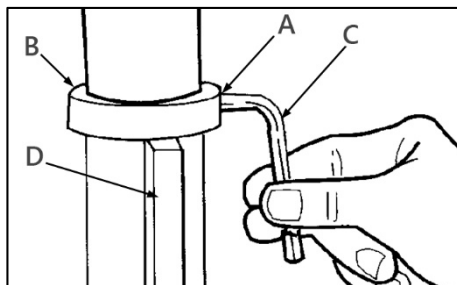

Рисунок 3.
Ослабьте установочный винт (A) (рис. 3) на зажимном кольце (B) при помощи шестигранного ключа 3 мм (C), снимите кольцо (B) и зубчатую рейку (D) с колонны.
Установите зажимное кольцо (B) (рис. 3), затяните установочный винт (A) при помощи шестигранного ключа 3 мм (C), чтобы зубчатая рейка (D) могла перемещаться при повороте стола влево или вправо вокруг колонны, кольцо должно сидеть на зубчатой рейке свободно, перпендикулярно вертикальной оси. Затяните установочный винт таким образом, чтобы удерживать кольцо на месте, при слишком сильной затяжке деталь может сломаться.